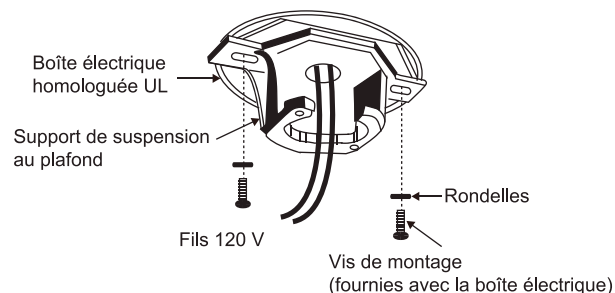

Fig. 8
Étape 4. Faites passer les fils d'alimentation de 120 V de la boîte à prises du plafond par le centre du support de montage au plafond (Fig.8).
Étape 5. Fixez le support de montage au plafond à la boîte à prises en utilisant les vis et les rondelles fournies avec la boîte à prises (Fig.8).